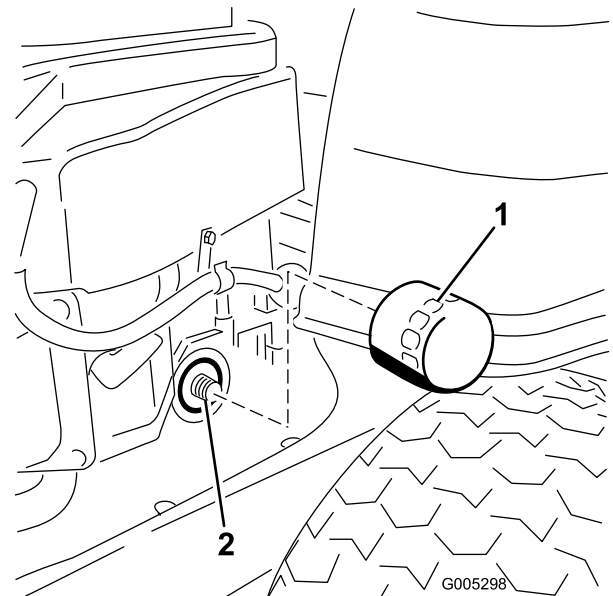

Figura 30
10. Localice el filtro de aceite situado en el lado derecho del motor. Retire el filtro usado y limpie con un paño limpio el adaptador del filtro (Figura 30).
12. Instale el filtro de aceite nuevo en el adaptador. Gire el filtro de aceite en el sentido de las agujas del reloj hasta que la junta de goma entre en contacto con el adaptador, luego apriete el filtro de 3/4 a una vuelta más (Figura 30). Limpie cualquier exceso de aceite del bastidor.